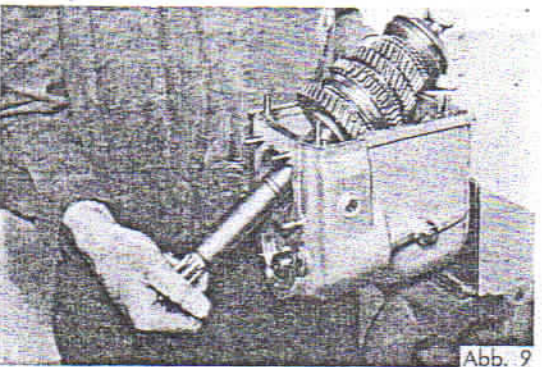

Abb. 9
12. Hauptwelle am Schaltschieber anheben und zur Antriebsseite hin nach oben aus dem Getriebegehäuse herausheben (Abb. 9).